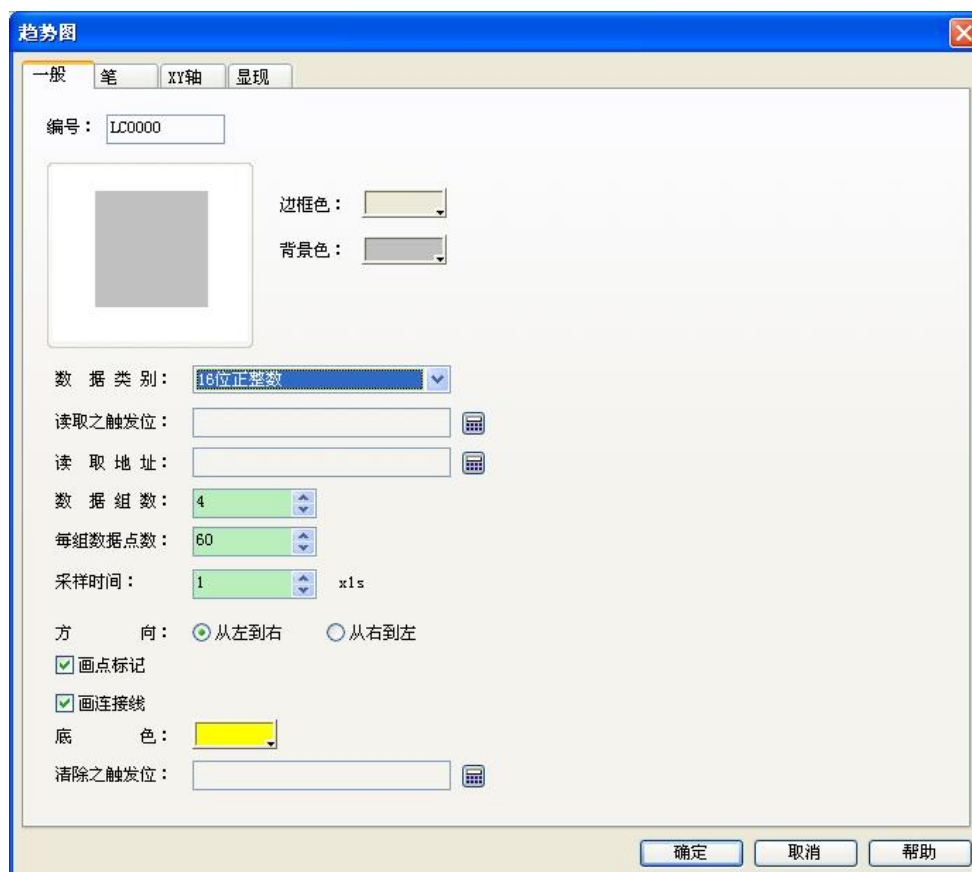

图 4-90 趋势图对话框
1. 选择工具栏中的趋势图图标，出现趋势图属性对话框，如图 4-90 所示：